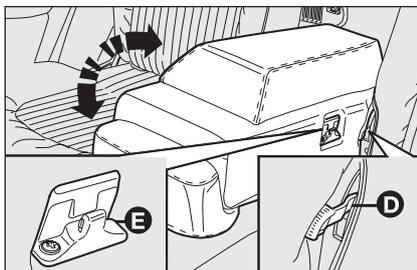

fig. 42
- agire sulla leva **D-fig. 42** (una per lato)
Per riposizionare il mobiletto centrale in posizione verticale, agire nuovamente sulla leva **D-fig. 42** (una per lato) e riallinearlo agli schienali posteriori laterali fino ad avvertire l'aggancio di sicurezza dell'apposito gancio di fissaggio **E**.